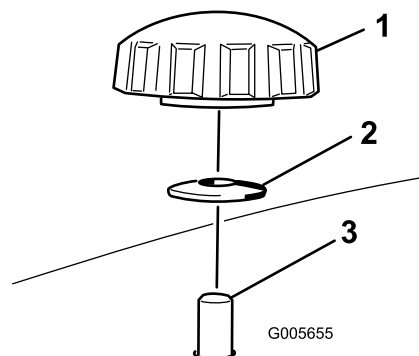
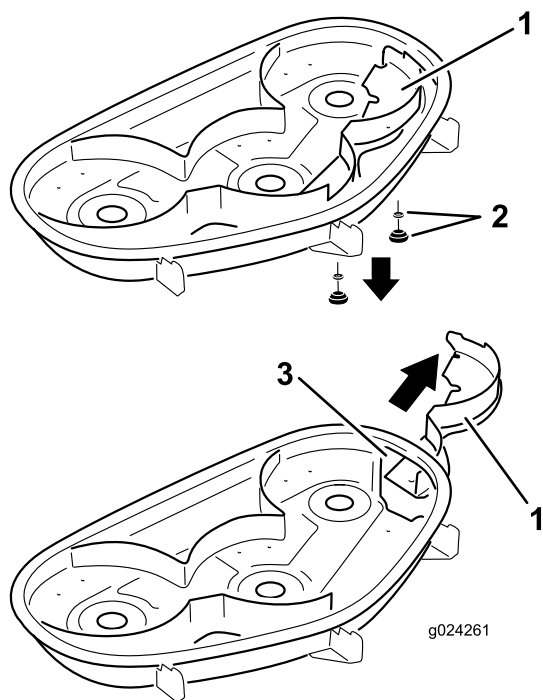

Figure 26
Figure 27
4. Retirez les 2 boutons et rondelles bombées qui fixent le déflecteur droit au plateau de coupe (Figure 26).
5. Retirez le déflecteur droit et abaissez le déflecteur d'herbe sur l'ouverture d'éjection (Figure 26 et Figure 27).
5. Insérez le déflecteur droit sous le plateau de coupe et fixez-le en place avec 2 boutons et les rondelles bombées (face concave vers le plateau de coupe) comme montré à la Figure 26 et la Figure 27.